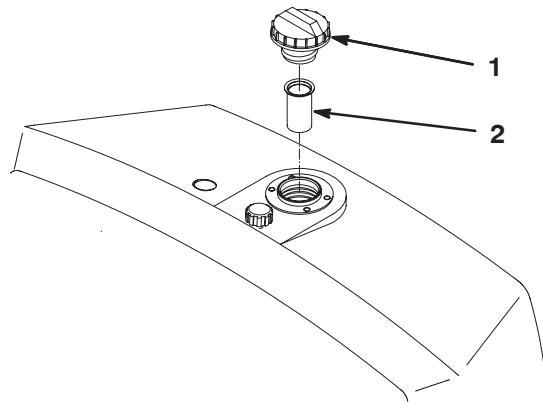

Bild 28
2. Entfernen Sie den Deckel vom Tank und prüfen Sie den Ölstand. Der Ölstand sollte unten am Einfüllstutzen liegen (Bild 28).